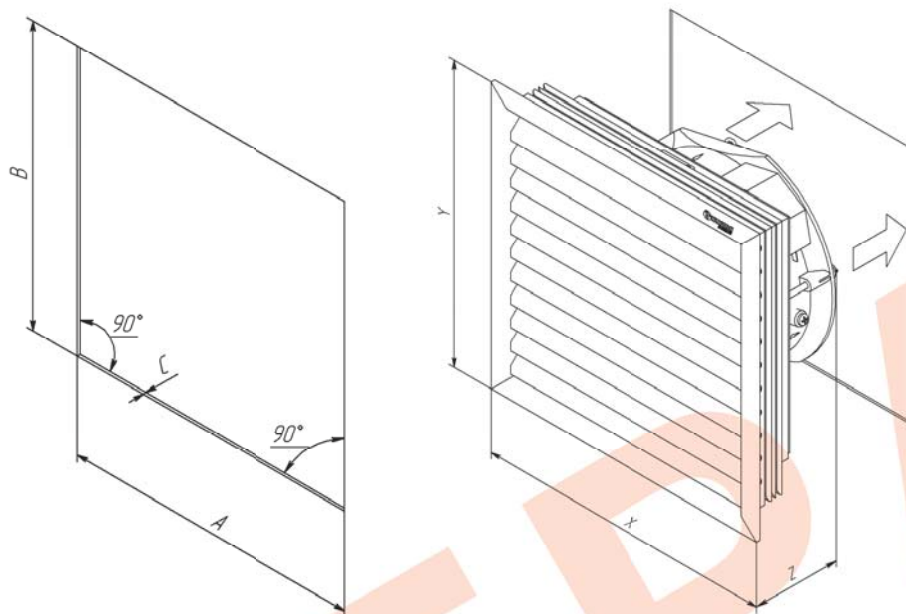

Рис.1 Монтажный вырез и габаритные размеры ВТШ.
1. Выполнить монтажный вырез (рис.1), и установить в него ВТШ.